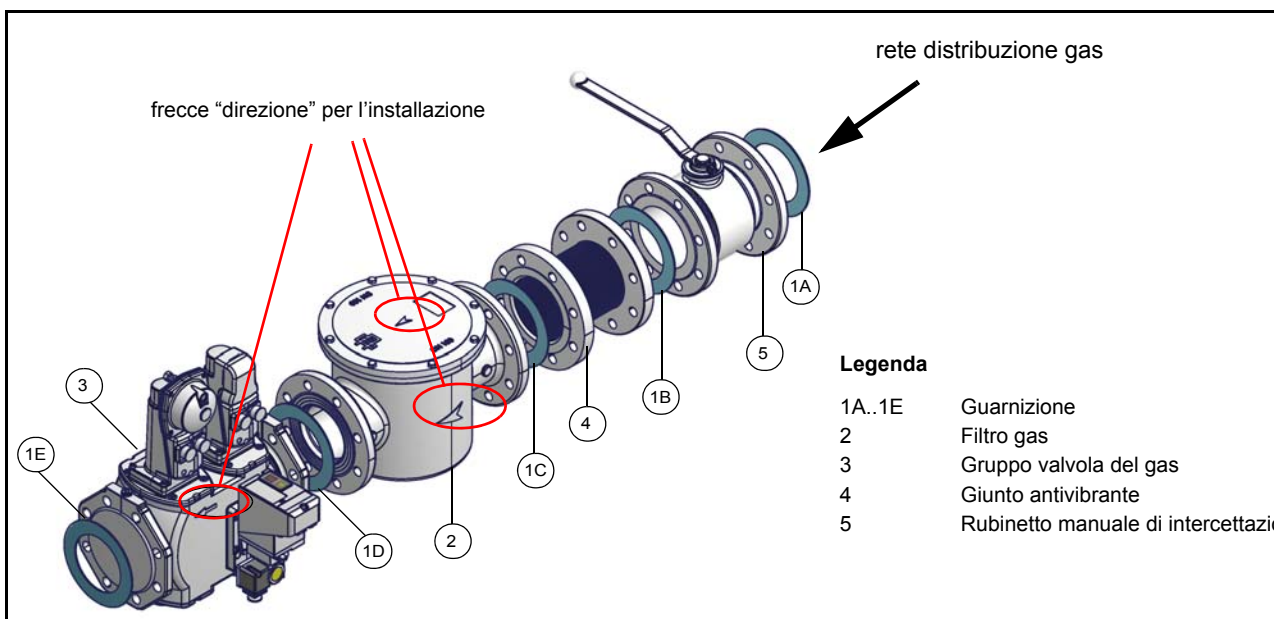

Fig. 6 - Esempio di rampa gas
- 1-b) nel caso di giunti flangiati: interporre tra un componente e l'altro, una guarnizione (n. 1A..1E - Fig. 6) compatibile con il gas utilizzato,
**ATTENZIONE: una volta montata la rampa secondo lo schema riportato in Fig. 6, deve essere effettuata la prova di tenuta del circuito gas, secondo le modalità previste dalla normativa vigente.**